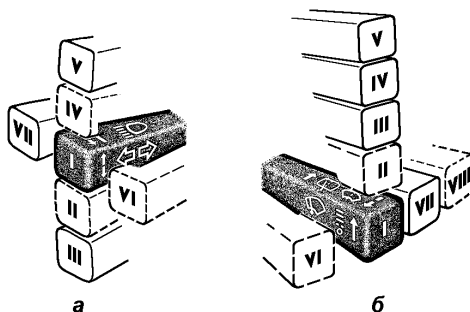

Рис. 3.2. Многофункциональные подрулевые переключатели:
**3 -рычаги многофункционального подрулевого переключателя** (положения рычагов см. на рис. 3.2);
**Рычаг переключателя указателей поворота и света фар** (см. рис. 3.2 а) имеет следующие положения :
**Рычаг переключателя стеклоочистителя и омывателя** (см. рис. 3.2 б) имеет следующие положения: